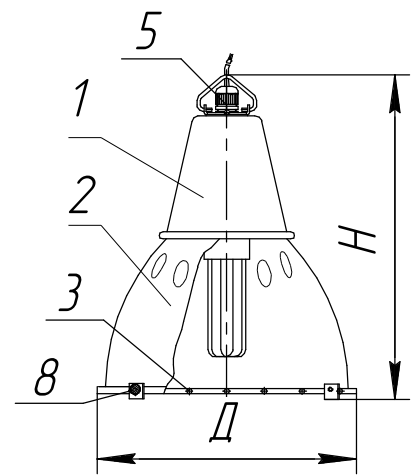
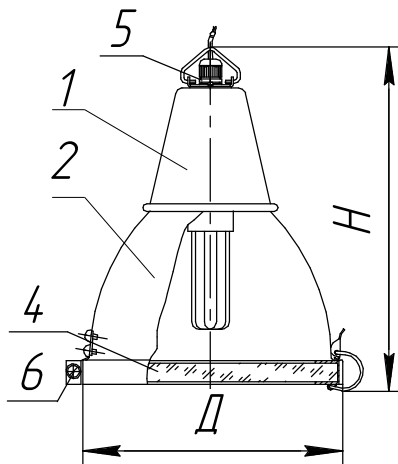

Рисунок 3
Рисунок 5
4.1 Светильники состоят из корпуса в сборе поз.1(см. рисунок 1-6), в котором крепится патрон G24q-4, отражателя поз.2 (см. рисунок1-6), сетки в сборе поз.3 (см. рисунок 3,4), обечайки в сборе с защитным стеклом поз.4 (см. рисунок 5), обечайки в сборе с защитным стеклом и защитной сеткой поз.7 (см. рисунок 6), узла подвеса 5 (см. рисунки 1-6).
6.4 Светильники модификаций ФСП05-26, 32, 42-232 (Рисунок 5)